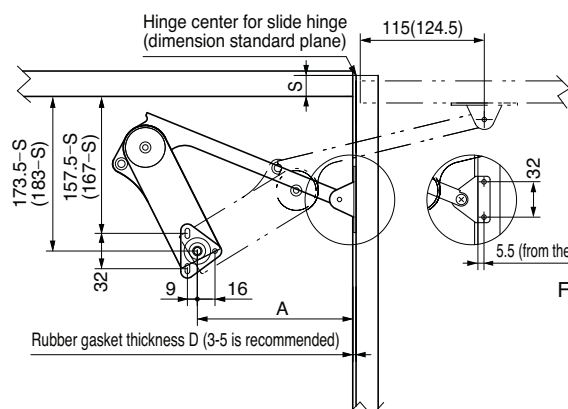

Fig. 3
手順 1. マウンティングプレート②をキャビネット内側の規定位置 (図 3. 参照) に付属の十字穴付きバインドタッピンねじ 3.5 × 15 ③で確実に固定します。
HDSN-SZ 座金④をご使用の場合、座金の長穴を扉裏面の規定位置 (図 3. 参照) に、付属の十字穴付きバインドタッピンねじ 3.5 × 15 ⑥で仮り止めます。